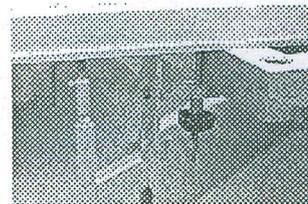

Bild 4.26
- Die Klemmung auf dem einfachen Rahmen erfolgt wie auf Bild 4.26 sichtbar.